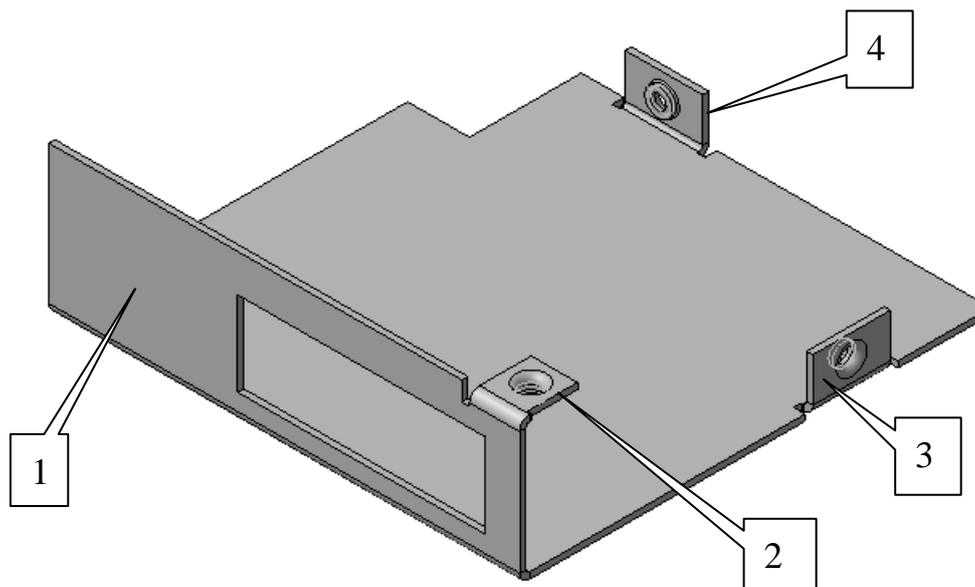

Рис. 10.20. Модель детали Крышка
Создадим трёхмерную модель детали Крышка. На рис. 10.20 представлена трёхмерная модель. На рис. 10.21 — чертёж детали.
9. Для построения сгиба №1 (см. рис.10.20) выделите в окне построения модели ребро длиной 61 мм, не имеющее фаски.